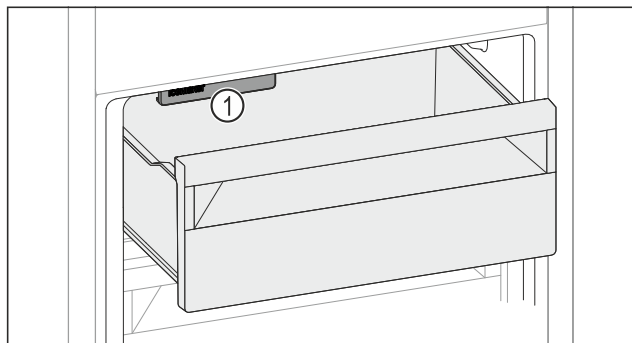

Fig. 155
- Vložte potraviny do zásuvky. Když vložíte potraviny na levou stranu zásuvky: ► Dávejte pozor na IceMaker Fig. 155 (1).